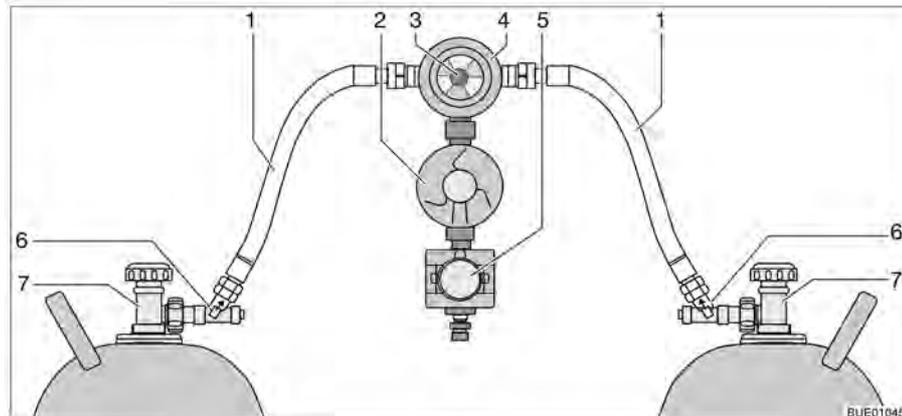

Fig. 102 Impianto di commutazione Crash Protection Unit
La Crash Protection Unit consiste di due limitatori di flusso con sblocco manuale (Fig. 102,6), di una valvola di commutazione (Fig. 102,4) con regolatore di pressione (Fig. 102,2), di una elettrovalvola (Fig. 102,5) e di una centralina di controllo con LED a tre colori. La valvola di commutazione viene montata tra i due tubi del gas (Fig. 102,1).
Con la manopola (Fig. 102,3) sulla valvola di commutazione è possibile stabilire, quale delle bombole del gas viene utilizzata come bombola in uso e quale bombola del gas viene utilizzata come bombola di riserva.
Sulla centralina di controllo (Fig. 103) possono venire azionate solo le funzioni elettriche. Le valvole principali di arresto delle bombole del gas (Fig. 102,7) e gli sblocchi (Fig. 102,6) devono essere aperti a mano.
- Aprire le valvole principali di arresto delle bombole del gas (Fig. 102,7).
- Premere gli sblocchi (Fig. 102,6) uno dopo l'altro per 10 secondi.
- Con la manopola (Fig. 102,3) sulla valvola di commutazione (Fig. 102,4) selezionare la bombola del gas, da cui proviene la principale alimentazione del gas (bombola in uso).
- Chiudere le valvole principali di arresto delle bombole del gas (Fig. 102,7).